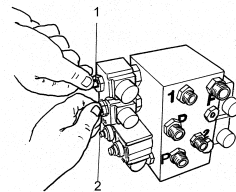

Fig.18
1. In de bedieningskast moeten de twee daalventielen(Fig.18) tegelijkertijd en tegen de klok in opgedraaid worden.